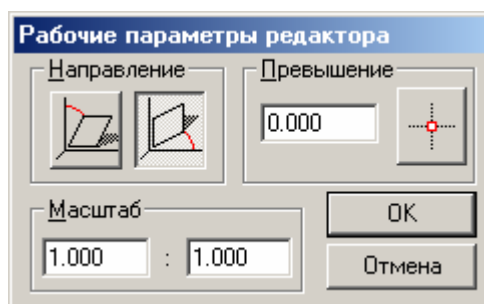

Рис. 86 Диалоговое окно инструмента
3. Установить **Масштаб** построения **1:1** и **Превышение** = 0. Использовать для этого инструмент **Рабочие параметры редактора**  на панели **Установки редактора** (рис. 86). Данный инструмент можно также вызвать, нажав клавишу **F5**.